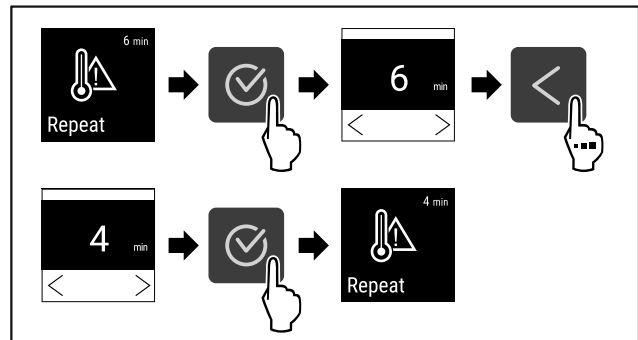

Fig. 101
- ▶ Genomför handlingsstegen (se Fig. 101).